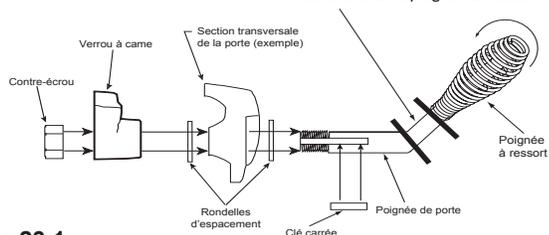

Figure 23.1
3. Placez une deuxième rondelle comme illustré à la **figure 23.1**.
7. Installez la poignée à ressort en la tournant en sens horaire jusqu'au dégagement **requis** de 51 mm (2 po) sur la tige de la poignée de porte. **Figure 23.1**